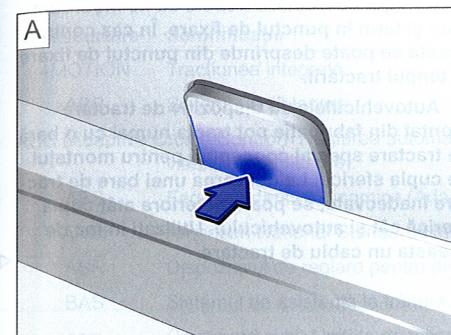
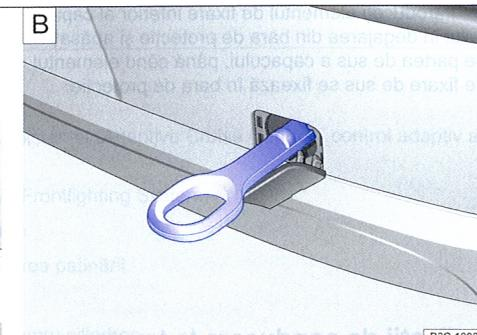

Fig. 257 În bara de protecție dreapta spate (varianta 1): Îndepărtați capacul (A) și cârligul de tractare montat (B).
Fig. 258 În bara de protecție dreapta spate (varianta 2): Îndepărtați capacul (A) și cârligul de tractare montat (B).
Filetul pentru înșurubarea cârligului de tractare se află în partea dreaptă din spate, în bara de protecție, sub un capac ⇒ fig. 257, respectiv ⇒ fig. 258. La autovehiculele cu dispozitiv de tractare montat din fabricație, în spatele capacului nu se găsește niciun locaș pentru înșurubarea cârligului de tractare. Pentru tractare, rabatați în afară cupla sferică, respectiv montați și utilizați cupla sferică ⇒ pagina 154, ⇒ ①.
- Apăsați în partea de jos a capacului ⇒ fig. 257 A, respectiv ⇒ fig. 258 A în sensul săgeții, pentru a debloca capacul.
- Înșurubați cârligul de tractare cât de mult se poate, în sens antiorar în locaș ⇒ ①. Utilizați un obiect adekvat cu care să se poată înșuruba complet și fix cârligul de tractare în punctul de fixare.